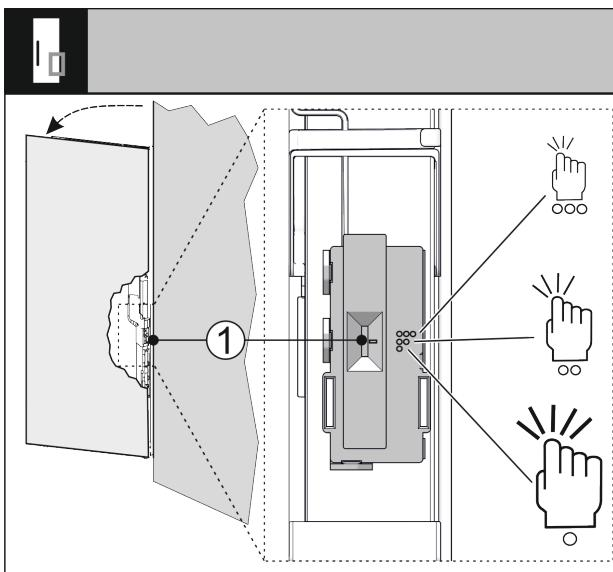

Fig. 32
Citlivost snímače klepání můžete nastavit pomocí spínače Fig. 32 (1). Spínač je na straně závěsu ve spodní třetině dveří.
- Posuňte spínač Fig. 32 (1) do požadované polohy spínače.